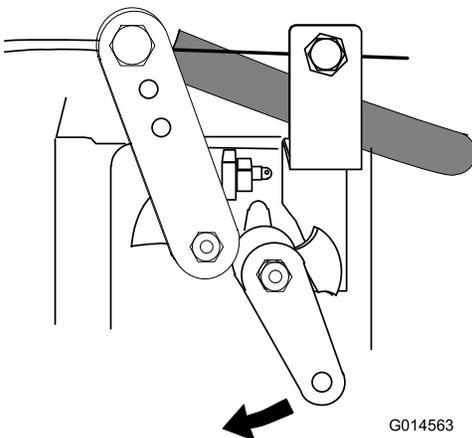

Bild 28
3. Drehen Sie den Zündschlüssel in die AUS-Stellung (0).
Wenn der Motor nicht abgestellt wird, wenn der Zündschlüssel in die AUS-Stellung gedreht wird (0), schieben Sie den Motorstopphebel nach vorne (Bild 28).